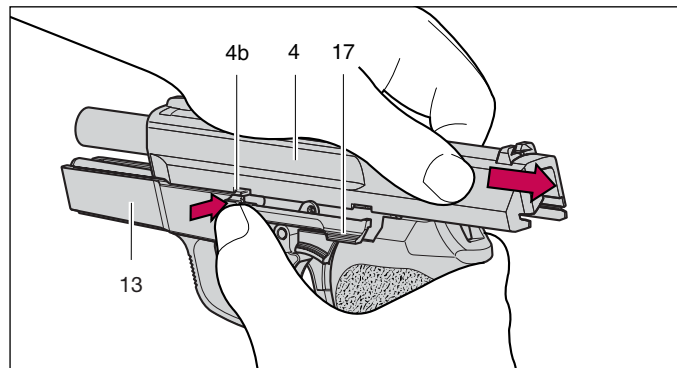

Fig. 15
7. De la main droite, entourer la poignée **13**, faire reculer légèrement la culasse **4** avec la main gauche jusqu'à ce que le logement **4b** sur la culasse **4** coïncide avec le nez de l'arrêt de culasse **17**. Presser l'arrêt de culasse **17** jusqu'à ce qu'il se mette en place avec un déclic audible (Fig. 15).